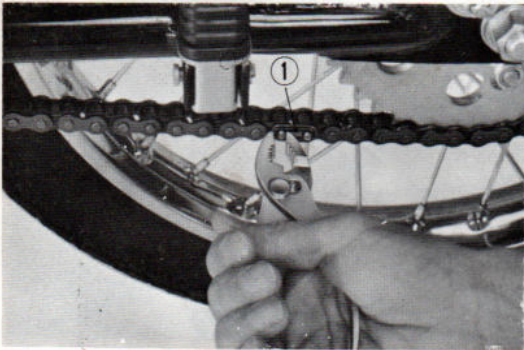

Fig 110 Dépose de la chaîne
- 3) Débrancher l'attache rapide et ouvrir la chaîne. (Fig. 110)